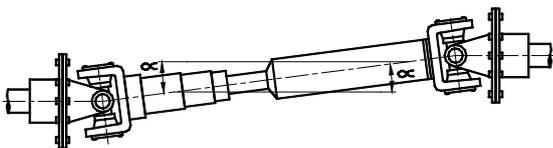

Fig. 7
9.5.2 Acoplamiento Tipo Cardán (Ver Fig. 7)